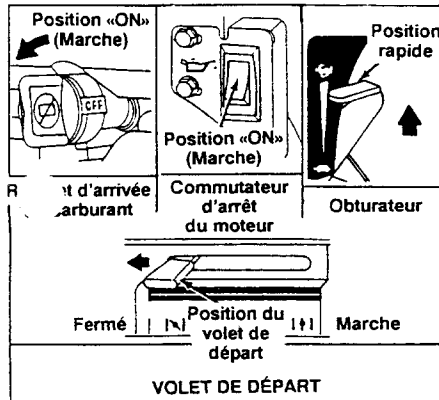

FIGURE 13B-MODÈLE 447
- Tournez le commutateur d'arrêt d'essence à la position «ON» (Marche). Voir la figure 13B.